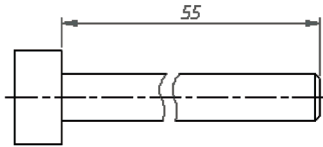

图 5-64 选择线性标注
- 2) 选择要在其上添加折弯的线性标注，例如选择图 5-64 所示的线性标注。